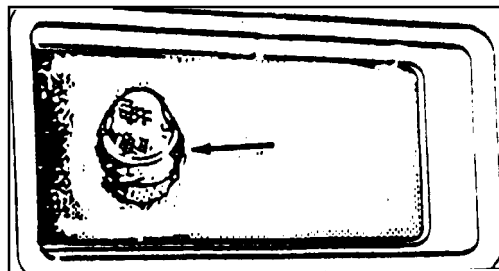

Fig. 26
6. Sørg for at sugefilterpladen er ren og på plads foran opsamlingsbeholderen (se fig. 26).